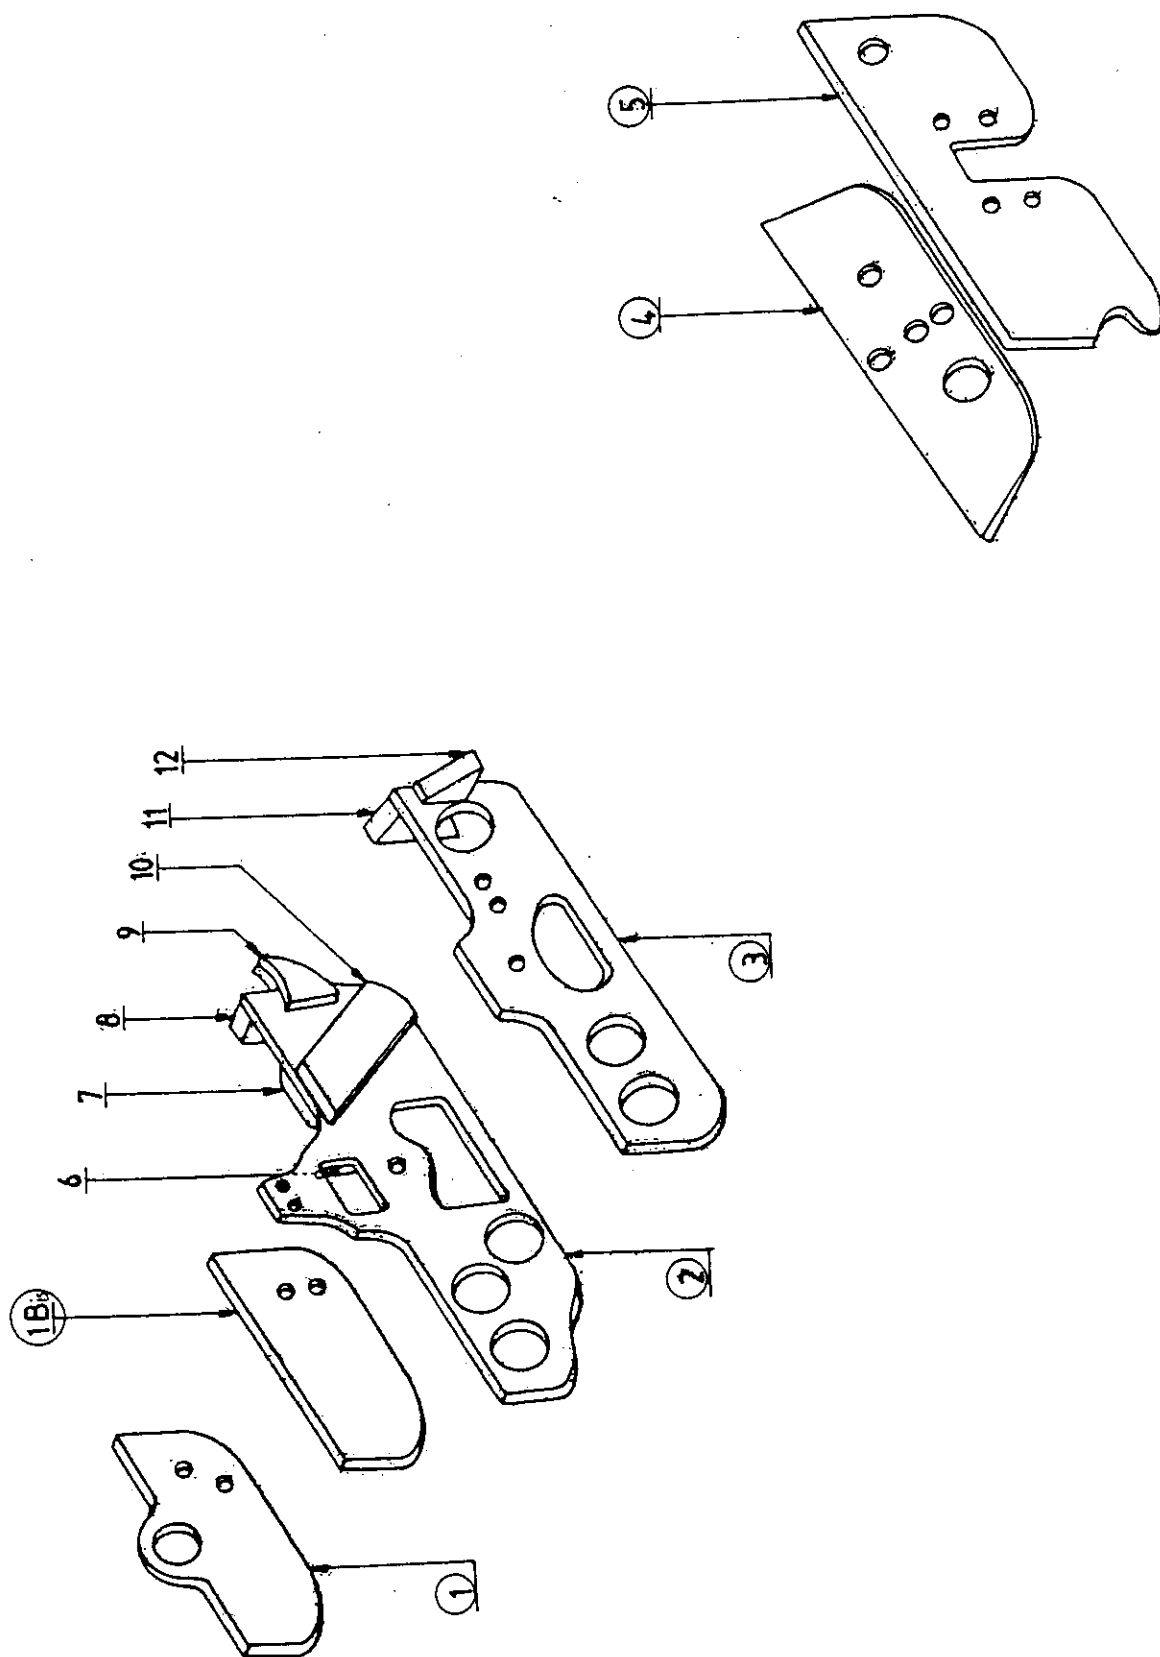

Figure 40
- Figure 40 : Cadres en bois dans le fuselage